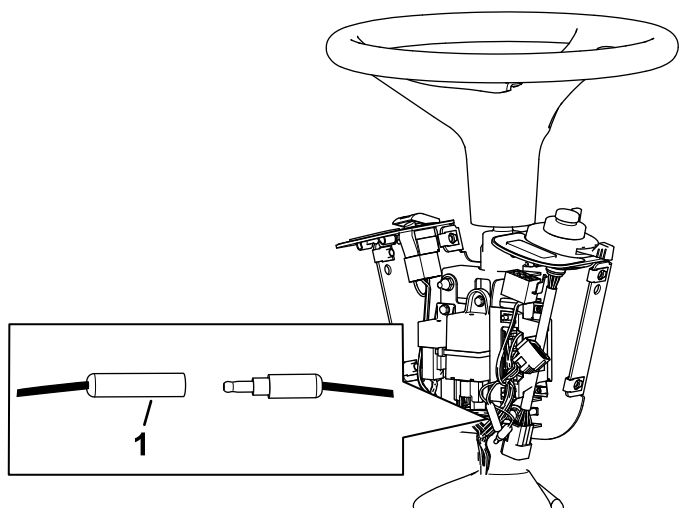

Figura 10
11. Lasciate i connettori a proiettile scollegati come mostrato nella Figura 10.